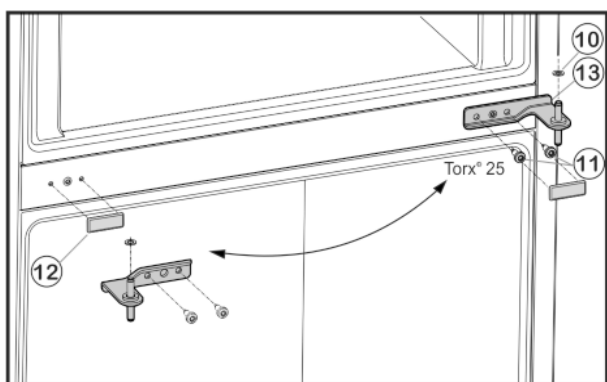

Fig. 5
- ▶ Открутите крепежные винты Fig. 5 (11) (2 шт. Torx® 25) и извлеките средний опорный кронштейн из нижней дверцы.
- ▶ Снимите пластиковую шайбу Fig. 5 (10).
- ▶ Осторожно снимите крышку Fig. 5 (12).
- ▶ Установите крышку Fig. 5 (12) на противоположной стороне.
- ▶ Вставьте средний опорный кронштейн Fig. 5 (13) с поворотом на 180° в нижнюю дверцу и прикрутите с помощью крепежных винтов Fig. 5 (11) (2 шт. Torx® 25) на новую сторону шарнира (**с моментом 4 Нм**).
- ▶ Снова установите пластиковую шайбу Fig. 5 (10).
- ▶ Установите верхнюю дверцу на средний опорный кронштейн Fig. 5 (13).